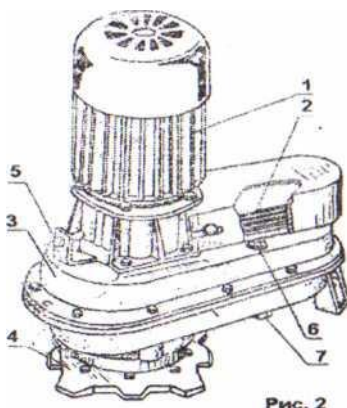

Рис. 2
- 4.2. Привод горизонтального транспортера (рис. 2) предназначен для сообщения цепи со скребками поступательного движения.
- 4.2.1. Привод (рис. 2) состоит из электродвигателя 1, клиноременной передачи 2, редуктора 3 и приводной звездочки 4. Для натяжения ремней используется натяжной винт 5.